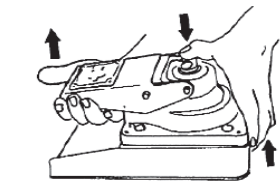

図14
- 5) 上部ハウジングを真っ直ぐ上に持ち上げてください(図14)。